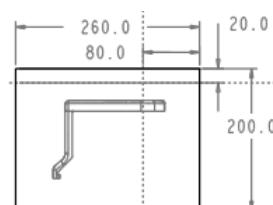

图 26.3 截面草图
(1) 选择命令。单击 **模具** 功能选项卡 **形状** ▾ 区域中的 **拉伸** 按钮。
(2) 创建实体拉伸特征。
① 定义草绘截面放置属性。在绘图区中右击，选择快捷菜单中的 **定义内部草绘...** 命令。系统弹出“草绘”对话框，然后选择 MOLD_FRONT 基准平面作为草绘平面，草绘平面的参考平面为 MOLD_RIGHT 基准平面，方位为 **右**，单击 **草绘** 按钮。系统进入截面草绘环境。
② 进入截面草绘环境后，选取 MOLD_RIGHT 基准平面和 MAIN_PARTING_PLN 基准平面为草绘参考，然后绘制图 26.3 所示的截面草图。完成截面草图的绘制后，单击“草绘”操控板中的“确定”按钮 。